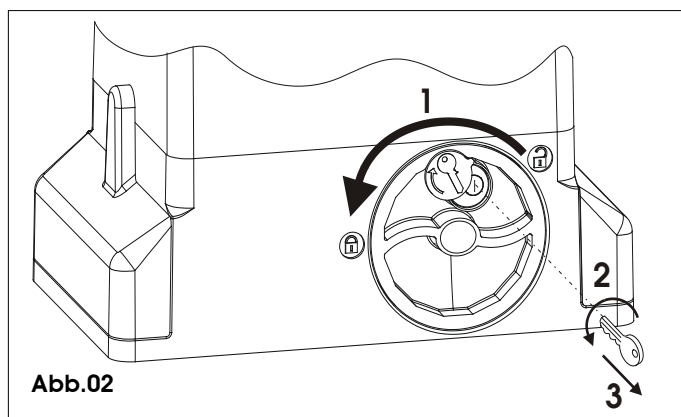

Abb.02
- 2) Tourner la clé dans le sens inverse des aiguilles d'une montre et l'extraire de la serrure, Fig. 02 réf. 2 et 3.